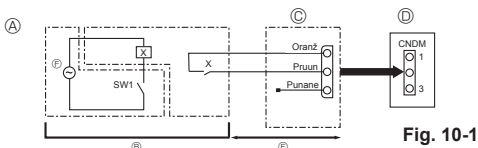

Fig. 10-1
10.1. Vähese müra režiim (kohapealne modifikatsioon) (Fig. 10-1)